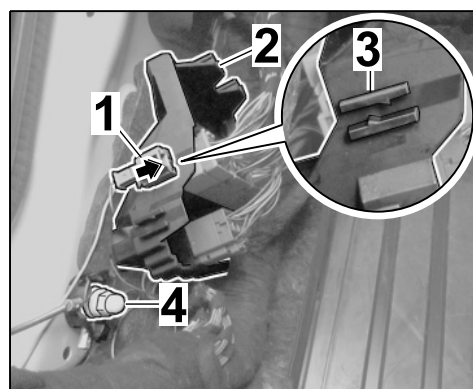

Рис. 7
- 2.3.1 Надвинуть штифтовой корпус на верхнюю направляющую (⇒ Рис. 7 -лупа-) на держателе места разъединения (⇒ Рис. 7 -стрелка-).
Прикрутить кабельную проушину к болту массы 21 (⇒ Рис. 7).